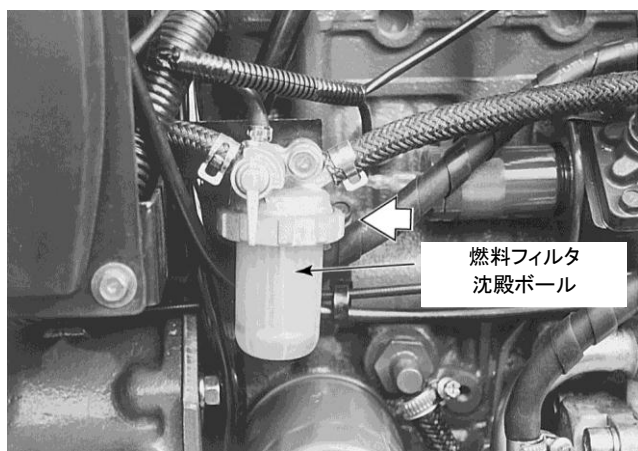

図 5 1 燃料フィルタ
- 1.燃料タンクに十分な燃料があることを確認し、燃料バルブを閉め、燃料沈殿ボール（図 5 1）を取り外します。
- 1.バルブを閉じます（図 5 1）。
- 2.沈殿ボールを取り外します（図 5 1）。